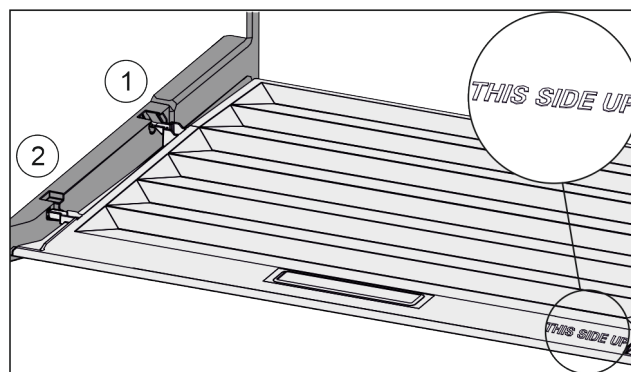

Fig. 47
- ▶ Вставить поперечные ребра крышки через отверстие заднего держателя Fig. 47 (1) и защелкнуть спереди в держателе Fig. 47 (2).